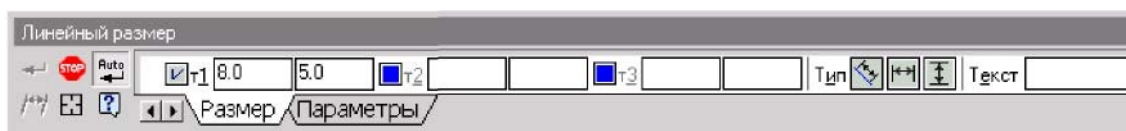

Рис. 2.7 - Вид **Панели свойств** при нанесении линейных размеров
2. В Панели свойств задать вертикальный, горизонтальный или параллельный размер (рис. 2.7).